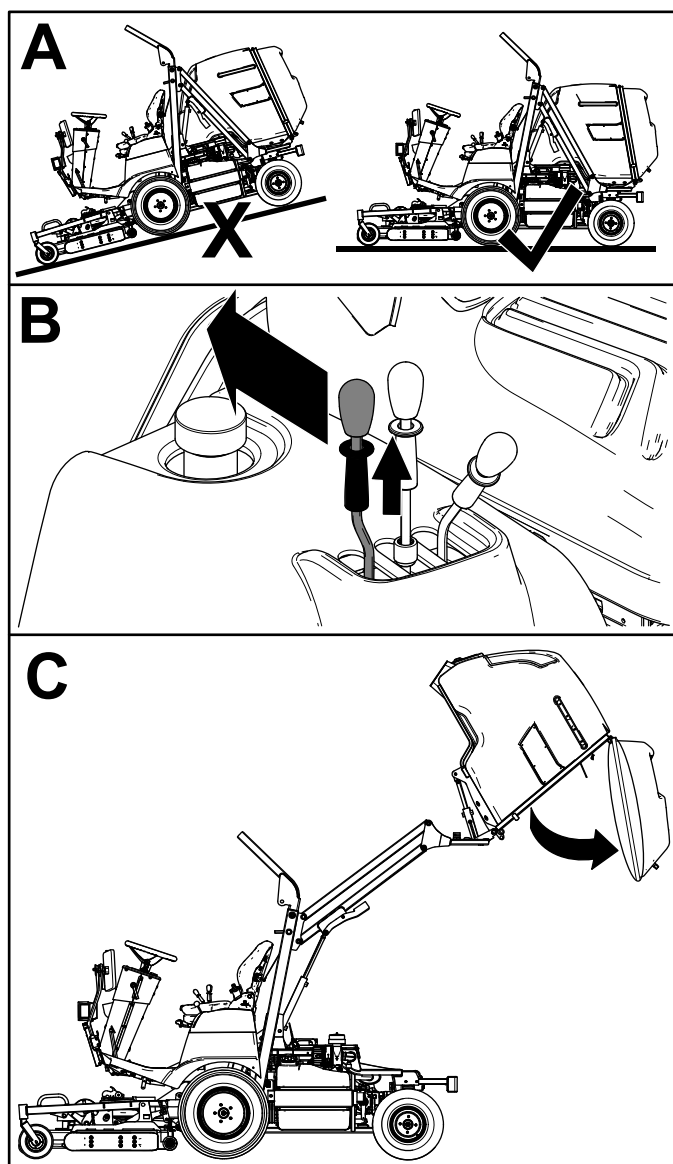

Figura 25
2. Puxe o aro de bloqueio da alavanca de esvaziamento da tremonha para cima e mova a alavanca para trás para despejar as aparas da tremonha (Figura 25).